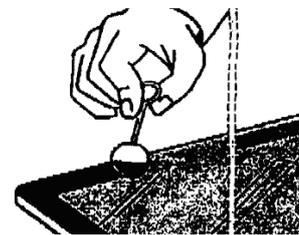

Рис. 6
6. Через 15 минут после высыхания можно наносить на подготовленную поверхность праймер Terostat - 8510 (8511). Перед нанесением бутылку с продуктом следует тщательно встряхнуть до появления стука шариков внутри. Продукт наносится аппликатором равномерным тонким слоем на край стекла шириной 15-20 мм, но не на металл кузова. Праймер должен сохнуть не менее 15 минут. Если плёнка неравномерная, нанести второй слой, после полного высыхания первого. К поверхности с нанесённым праймером **не прикасаться** (рис. 6).